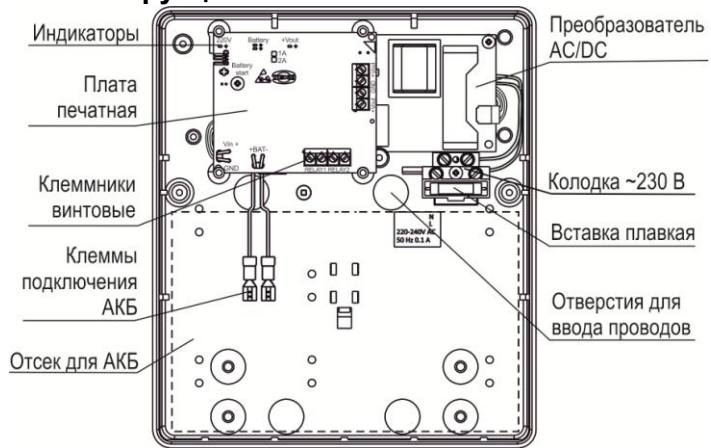

Рисунок 2
- 5.1** Конструктивно источник питания выполнен в виде блока со съемной крышкой. Внутри блока установлены печатная плата с радиоэлементами и колодка с вставкой плавкой, для подключения сетевого напряжения (рисунок 2).